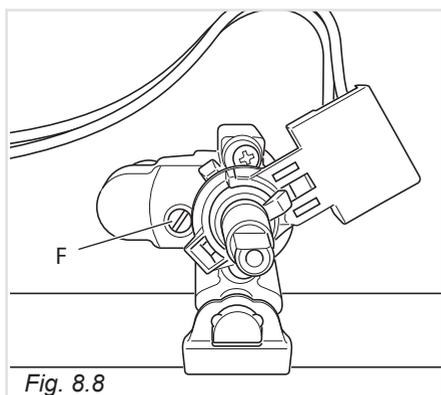

Fig. 8.8
I rubinetti del piano di lavoro sono dotati di valvolatura di sicurezza; in questi rubinetti la vite di regolazione del minimo è situata all'esterno del rubinetto (fig. 8.8).
- Sfilare la manopola del rubinetto e con un cacciavite a taglio agire sulla vite "F" (fig. 8.8) fino ad ottenere la fiamma desiderata.